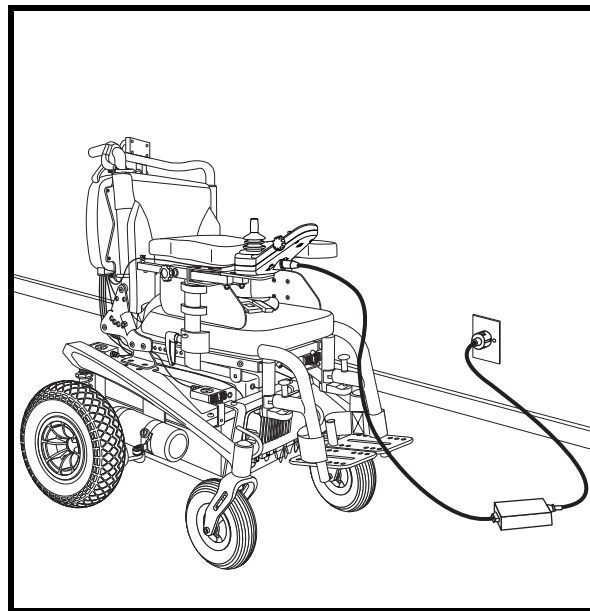

Figura 26. Caricamento della batteria
3. Collegare il caricatore esterno con la presa per caricabatterie esterno/programmazione sulla centralina. **Vedere figura 26.**